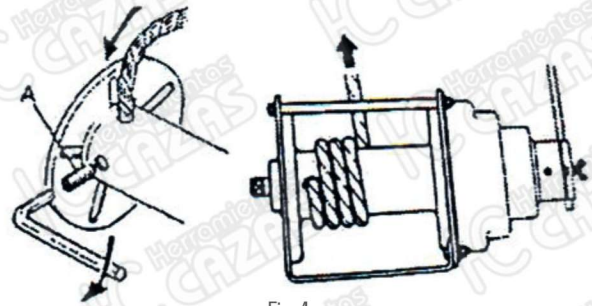

Fig. 4
b) Instalación de Cable para Restirador de 1Ton (ver Fig. 4)